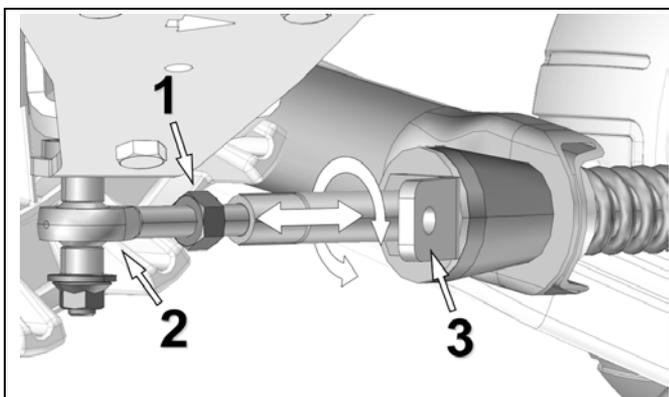

Figure 3
- Desserrer le contre-écrou (1) de l'embout à rotule. Ajuster la longueur de l'embout (2) en tournant le support de limiteur de conduite (3) au bras stabilisateur avec une clé 30 mm [1 3/16 po] pour obtenir un ajustement de **308 mm [12 1/8 po]** au dessus du sol. Figure 3.